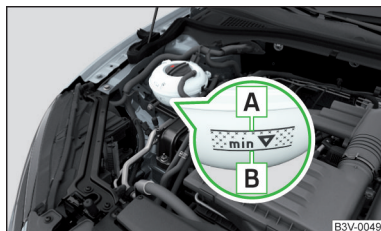

Fig. 322
Verificar el estado del líquido refrigerante - el líquido refrigerante tiene que estar entre las marcas **A** y **B** » fig. 322. Si el estado del líquido refrigerante está debajo de la marca **B**, rellenar el líquido refrigerante.
La **especificación** del líquido refrigerante se encuentra en el depósito de compensación del líquido refrigerante » fig. 322.
- No rellene el depósito de líquido refrigerante por encima de la marca **A** » fig. 322. El servicio oficial puede ser presionado por el calentamiento del sistema de refrigeración - Existe el peligro de un daño de las partes del vano motor.